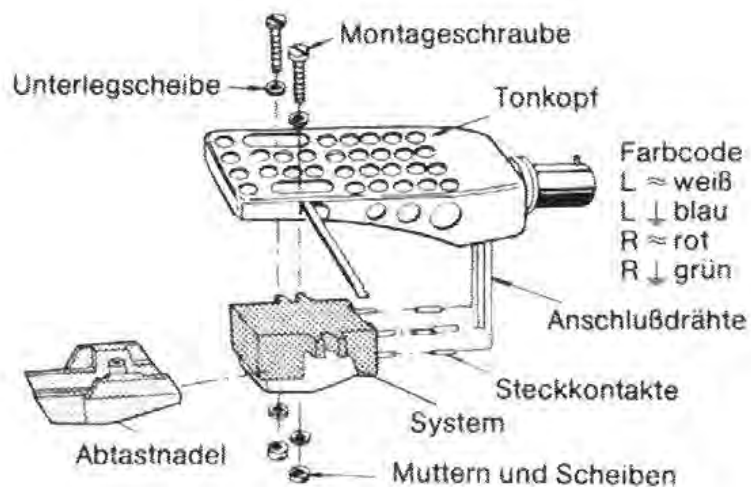

Abb. 5
2. Für die Montage beachten Sie bitte Abbildung 5.